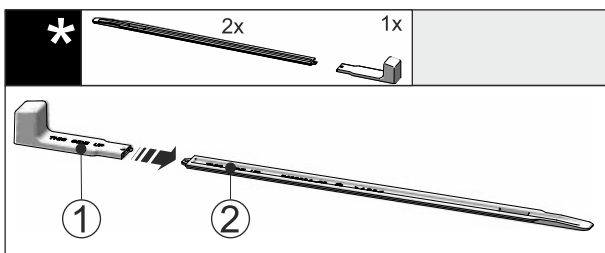

Fig. 46
► Montagegriff Fig. 46 (1) an die Nivellierschiene Fig. 46 (2) stecken.